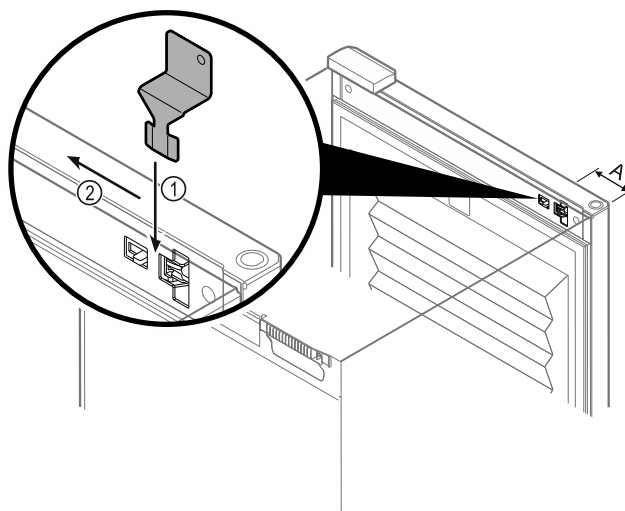

Fig. 101
- Klíč pro nouzové odblokování umístěte na dané místo *Fig. 101 (A)* ≈ 100 mm.
- Klíč pro nouzové odblokování *Fig. 101 (1)* zasuňte mezi dveře a korpus spotřebiče shora až na doraz.
- Klíč pro nouzové odblokování zatlačte ve směru závěsu. *Fig. 101 (2)*